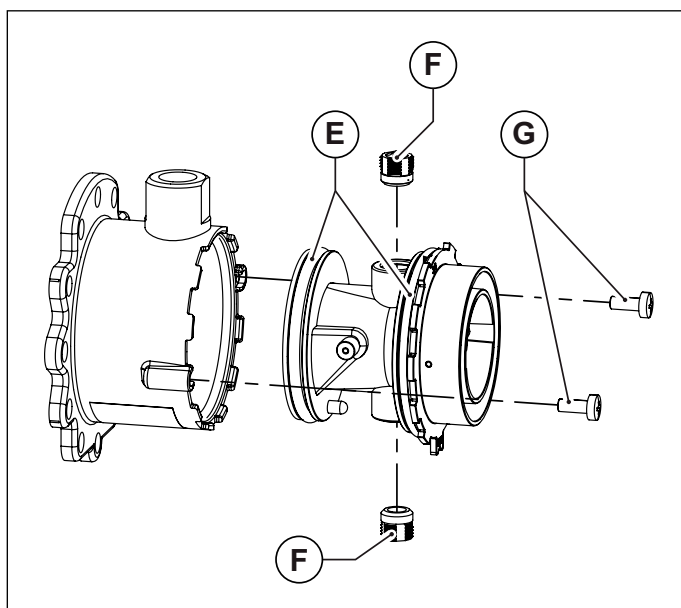

Fig. 34 Corps en plastique du mélangeur
- Sortir le corps en plastique du mélangeur, en desserrant les deux vis de fixation (voir Fig. 34 Corps en plastique du mélangeur).
- Dévisser les deux injecteurs du mélangeur en utilisant une clé à six pans de 6 mm (voir Fig. 34 Corps en plastique du mélangeur).
- Remonter le corps en plastique (Venturi) en l'introduisant dans le mélangeur et en vissant les vis de fixation, en prenant soin de ne pas endommager les joints toriques d'étanchéité qui sont montés à l'extrémité du corps en plastique (voir Fig. 34 Corps en plastique du mélangeur) et de respecter l'orientation de montage (voir Fig. 35 Orientation de montage).
- Installer le mélangeur assemblé au ventilateur avec les vis à six pans, en prenant soin de repositionner, entre le mélangeur et le ventilateur, le joint torique d'étanchéité (voir Fig. 34 Corps en plastique du mélangeur).